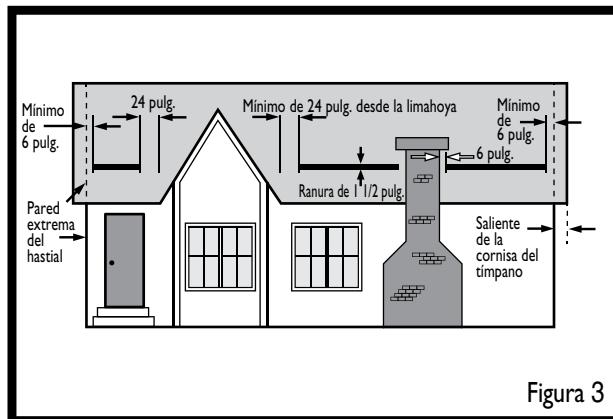

Figura 3
**Nota:** La abertura de la ranura de la ventilación debe terminar a 6 pulg. de chimeneas, paredes extremas, paredes verticales u otras obstrucciones y a un mínimo de 24 pulg. de las limahoyas del techo. Consulte la figura 3.